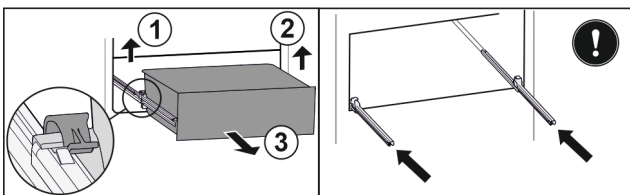

Fig. 117
- ▶ Приподнимите левый зажим и одновременно вытяните движением вперед выдвижной ящик слева. Fig. 117 (1)
- ▶ Приподнимите правый зажим и одновременно вытяните движением вперед выдвижной ящик справа. Fig. 117 (2)
- ▶ Извлеките выдвижной ящик движением вперед. Fig. 117 (3)